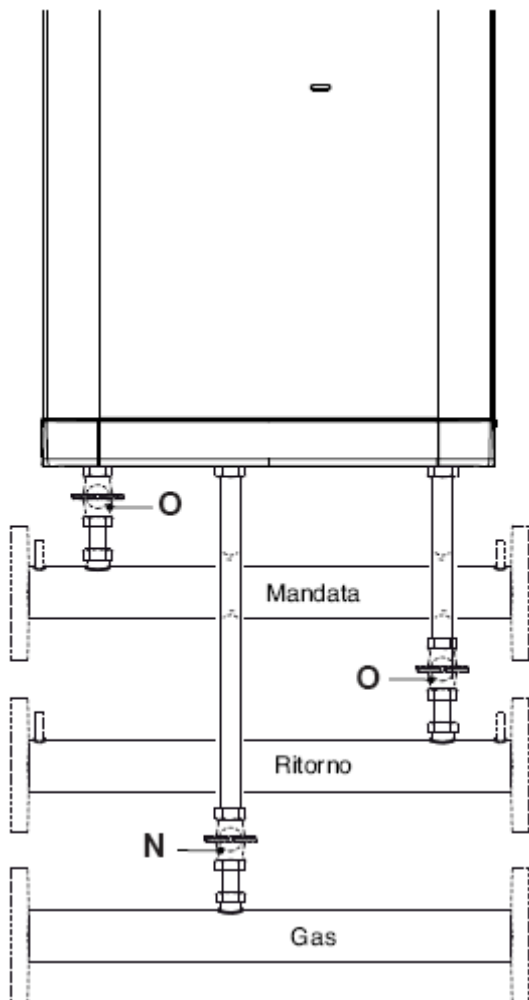

рис. 6.1
- Откройте кран газового счётчика и газовый кран (N), см. рис. 6.1.
- Закройте газовый кран (N).